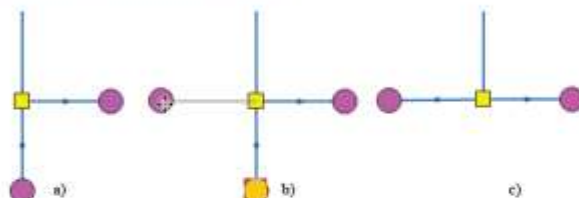

Рисунок 6.1. Перемещение объекта с сохранением связи
3. Нажать левую клавишу мыши и, не отпуская ее, начать перемещение (смотрите Рисунок 6.1. «Перемещение объекта с сохранением связи» b).
5. Отпустить левую клавишу мыши, для завершения перемещения (смотрите Рисунок 6.1. «Перемещение объекта с сохранением связи» c).